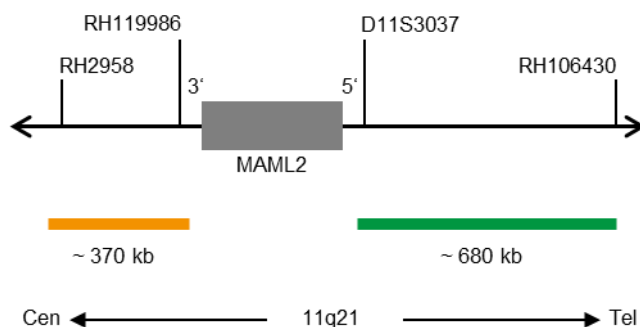

Fig. 1. SPEC MAML2 Mapa de la sonda (no está a escala)
- Polinucleótidos marcados en verde (excitación a 503 nm/emisión a 528 nm) ZyGreen (~10 ng/μl), dirigidos a secuencias localizadas en 11q21* (chr11:96,115,829-96,797,136) distales a la región del punto de ruptura de MAML2 (ver Fig. 1).
- Polinucleótidos marcados en naranja (excitación a 547 nm/emisión a 572 nm) ZyOrange (~4,5 ng/μl), dirigidos a secuencias localizadas en 11q21* (chr11:95,296,828-95,668,215) proximales a la región del punto de ruptura de MAML2 (ver Fig. 1).